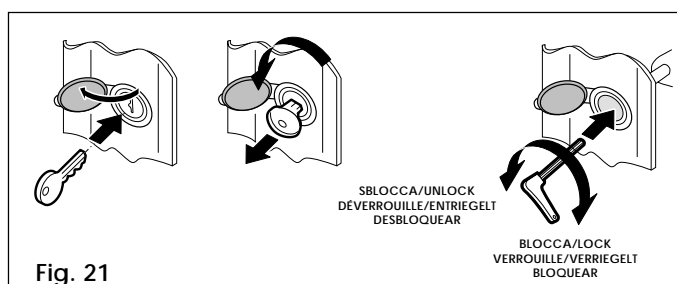

Fig. 21
**- De l'extérieur (Fig. 21)**